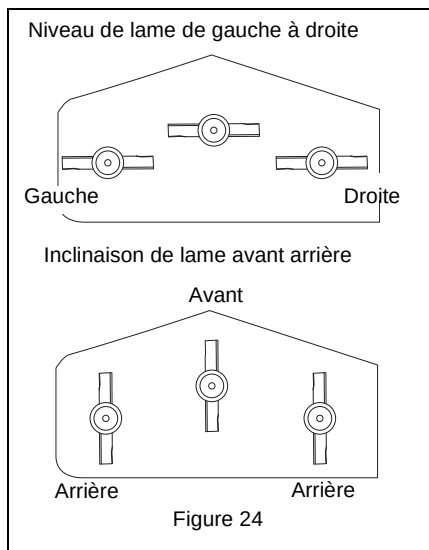

Figure 24
5. Mesurer la distance entre le sol et le bord de coupe de la lame sur la lame gauche (position gauche sur la Figure 24) et sur la lame droite (position droite sur la Figure 24). Les mesures ne devraient pas dépasser les 3/16 de pouces (4,7 mm). Si cela n'est pas le cas, monter le côté du carter qui est bas avec les dispositifs de réglage situés sur les supports de levage du carter (voir Figure 25).
7. Tourner les lames de sorte que les extrémités de lame apparaissent de l'avant à l'arrière comme sur la Figure 24.
8. Mesurer la distance entre le sol et le bord de coupe de la lame du milieu à l'avant du carter (position antérieure sur la Figure 24) et entre le sol et le bord de coupe des lames droite et gauche à l'arrière du carter (position postérieure de la Figure 24).
9. Le bord de coupe à l'avant du carter (position antérieure sur la Figure 24) devrait être plus bas de 1/8 pouces (3,18 mm) par rapport aux bords de coupe à l'arrière du carter (position postérieure sur la Figure 24).